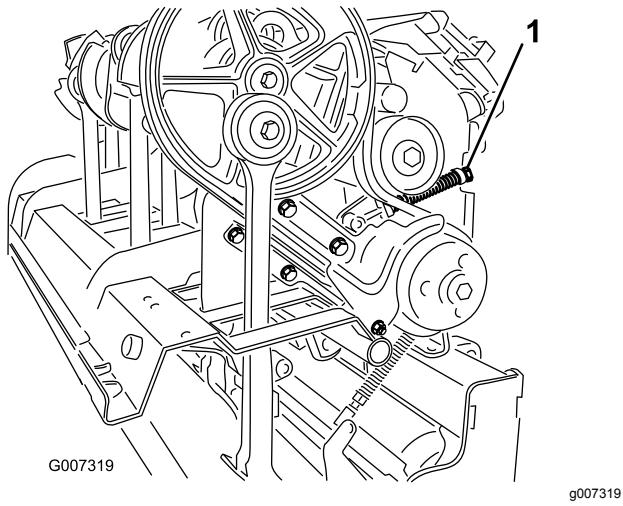

Figura 38
4. Para liberar la tensión del resorte tensor, afloje la contratuerca que sujeta el retenedor del muelle (Figura 38) y gire el retenedor del muelle.